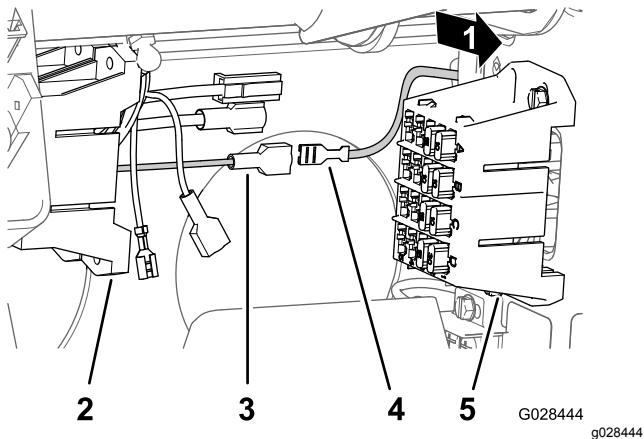

Figura 23
4. Individuate il morsetto con connettore faston non isolato all'estremità del cavo di alimentazione giallo aperto del portafusibili per la macchina e il connettore faston isolato all'estremità del cavo di alimentazione opzionale giallo del portafusibili del cablaggio dell'irroratrice (Figura 23).
5. Collegate il morsetto con connettore faston non isolato del portafusibili per la macchina al connettore faston isolato del portafusibili dell'irroratrice (Figura 23).